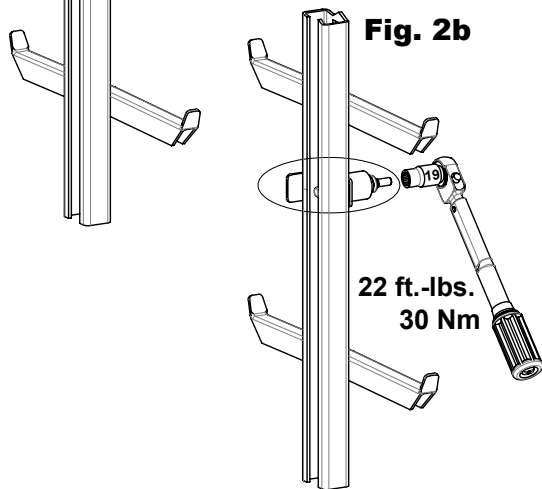

Fig. 2b
2. À l'aide d'une clé dynamométrique de 19 mm, serrez l'écrou à 22 pi-lb (30 Nm) (fig. 2b).
1. Placez la butée inférieure à l'arrière de la section de rail de guidage du bas, en alignant le trou de la butée avec le trou rectangulaire du rail, situé au-dessus du deuxième cran (fig. 2b). REMARQUE : la fermeture de la butée doit se trouver sur le côté droit du rail de guidage, lorsque vous faites face à l'avant du système.